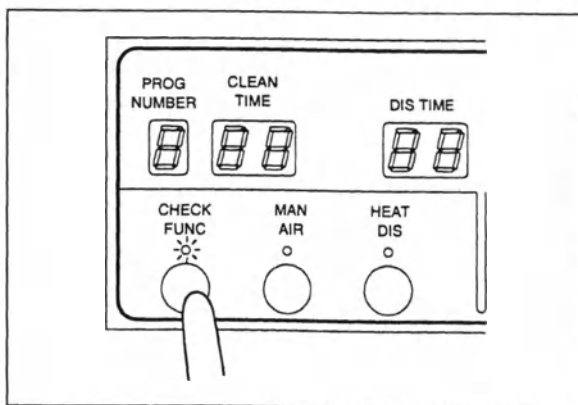

Рис. 4.73
6. Проверьте индикатор уровня спирта в лотке для моющего раствора/спирта, затем нажмите на кнопку «CHECK FUNC» на вспомогательной панели управления. После нажатия кнопки на временном дисплее главной панели управления отображается знак [□], который означает начало операции (см. рис. 4.73).